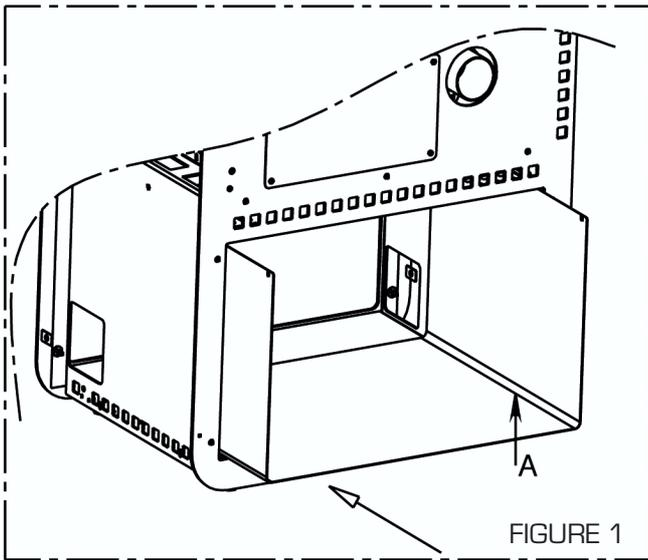

FIGURE 1
- Insérer le revêtement interne du compartiment inférieur (A) par l'arrière de l'appareil, sans le pousser complètement : s'arrêter à 10 cm environ du bord antérieur de l'appareil (Figure 1). Le revêtement interne n'est pas symétrique, le côté avant est celui où les perforations sont très proches de l'extrémité du revêtement.